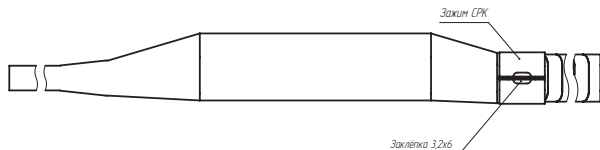

Рис. 8
5.8 Натянуть броню на кабель и зафиксировать при помощи зажима СРК. Зажим стянуть заклёпкой вытяжной алюминиевой 3,2x6 (рис. 8).